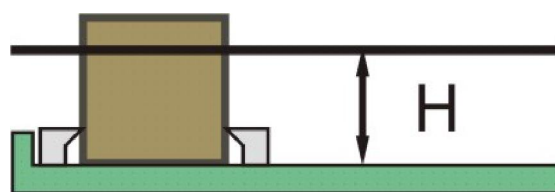

рис. 2
- 5.6. Замерьте толщину бруса «Н» (см. рис. 2), введите это значение.